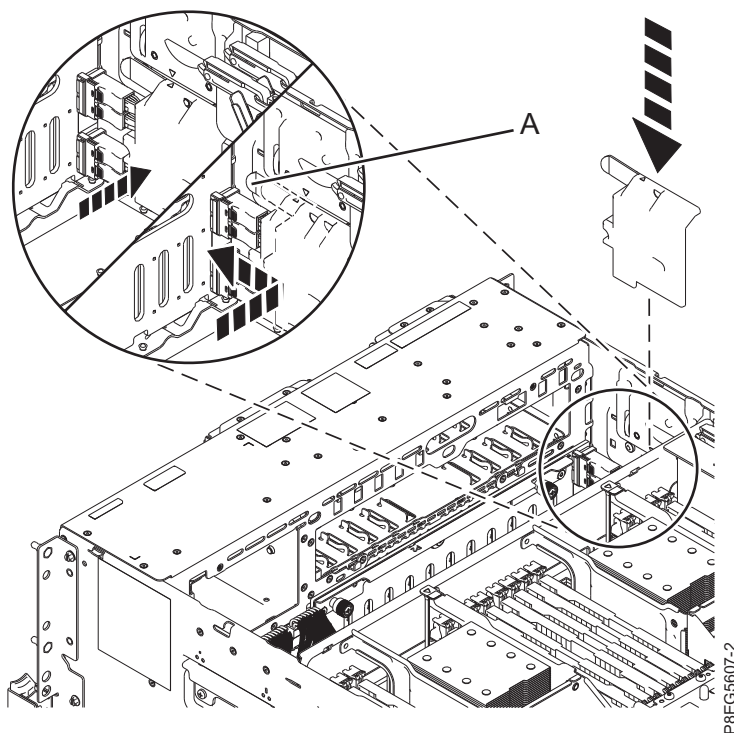

Figura 11. Recolocando a tampa do cabo SAS
7. Recoloque a tampa do cabo SAS. Coloque os slots de tampa nos pinos da lateral do chassi. O símbolo de triângulo na tampa do cabo SAS se alinha com o símbolo de triângulo na lateral do chassi quando os slots de tampa e os pinos estão alinhados corretamente. Empurre a tampa para frente em direção à parte frontal do sistema até que a alça (A) trave no lugar. Veja a Figura 11.